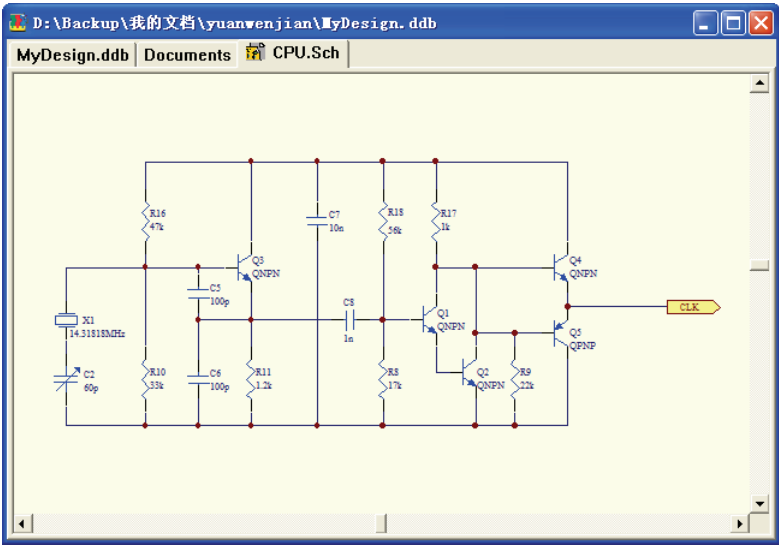
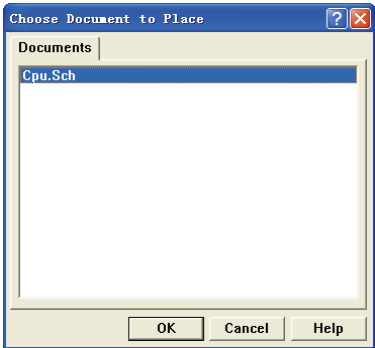

图 5-12 子原理图 “CPU.Sch”
图 5-13 选择文件放置对话框
(1) 打开带电路端口原理图文件“CPU.Sch”，如图 5-12 所示。执行“Design”→“Create Sheet Symbol From Sheet”菜单命令，系统弹出如图 5-13 所示的选择文件放置对话框。
(2) 在该对话框中，系统列出了同一项目中除掉当前原理图外的所有原理图文件，用户